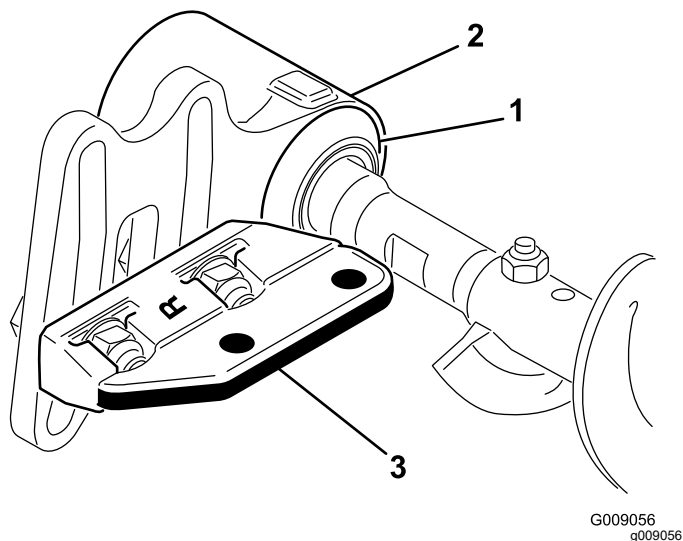

Figure 10
9. Faites glisser chaque joint d'étanchéité vers l'extérieur jusqu'à ce qu'il soit en léger contact avec chaque logement de roulement (Figure 10).